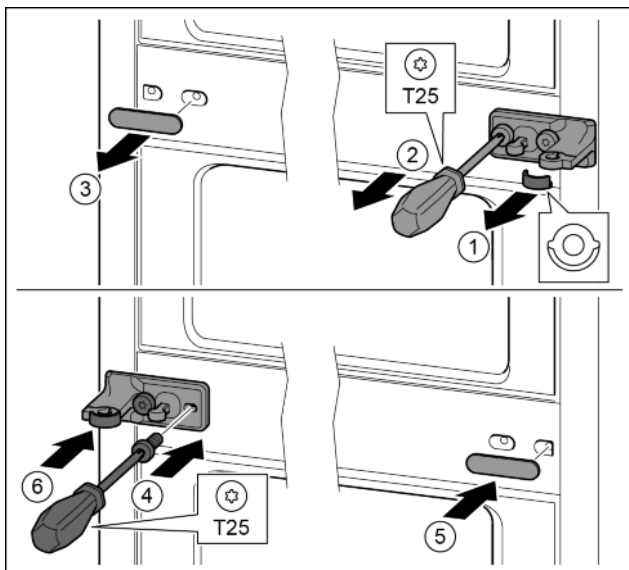

Fig. 14
- ▶ Vytiahnite podložku. Fig. 14 (1)
- ▶ Skrutkovačom T25 vyskrutkujte skrutky. Fig. 14 (2)
- ▶ Opatrne vytiahnite kryt. Fig. 14 (3)
- ▶ Ložiskovú konzolu s fóliou priskrutkujte otočenú o 180° na druhú stranu. Fig. 14 (4)
- ▶ Kryt pripevnite otočený o 180° na druhú stranu. Fig. 14 (5)
- ▶ Podložku nasuňte spredu. Fig. 14 (6)